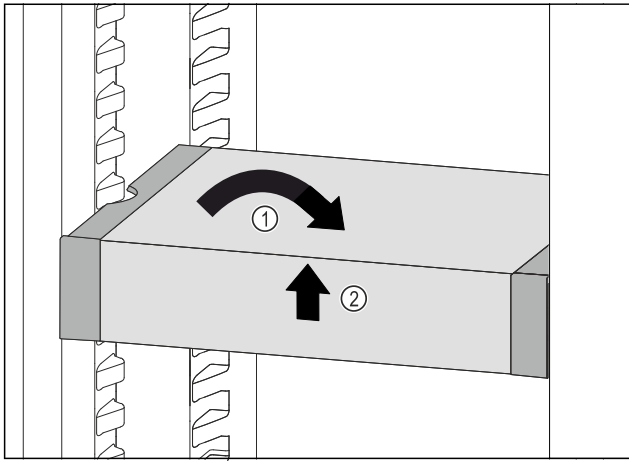

Fig. 115
- ▶ Aseta VarioSafe suoraan. Fig. 115 (1)
- ▶ Nosta VarioSafe-vetolaatikkoa edestä. Fig. 115 (2)